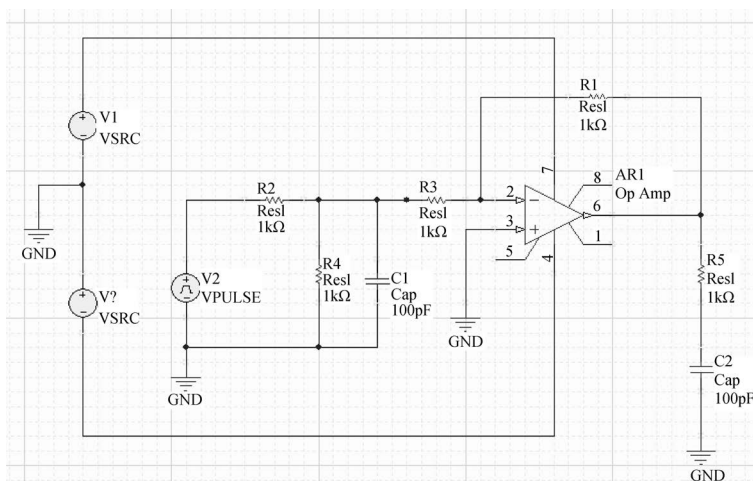

图 3-20 为电路元件和信号源分配唯一的标识符
(5) 按照前面所介绍的给元器件分配标识符的方法,为电路中的元器件和信号源分配唯一的标识符。图 3-20 给出分配完标识符后的原理图界面。